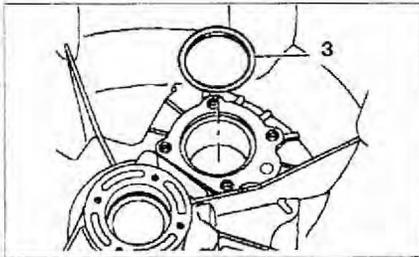

Рис. 4.49. Снимите регулировочное кольцо 3.
2. Снимите регулировочное кольцо 3 (рис. 4.49).
8. Вставьте выбранное регулировочное кольцо (рис. 4.49).